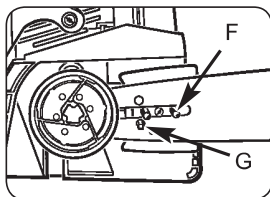

Fig. 3E
4. Introduisez l'extrémité à fente du guide-chaîne dans les deux boulons de serrage du guide (F). Placez le guide-chaîne de façon à ce que l'ergot permettant la tension de la chaîne soit ancré dans le trou inférieur (G) du guide-chaîne (Fig. 3E).